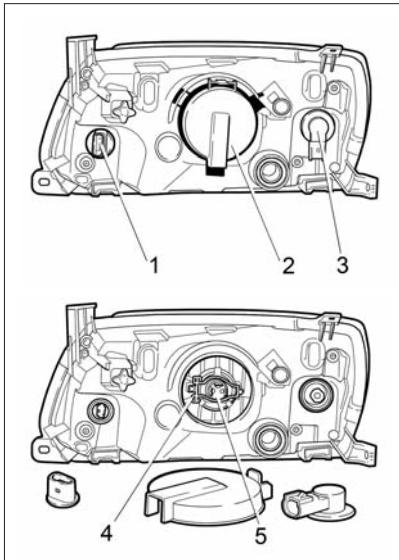

Рис. 60. Блок-фара
Для доступа к лампе ближнего/дальнего света выньте защитную крышку 2 (рис. 60), отсоедините колодку жгута проводов и снимите резиновый кожух лампы, отведите поочередно в стороны «усики» 4 пружины ламподержателя, предварительно нажав на них, выньте лампу 5 из посадочного места рефлектора. Монтаж новой лампы проводите в обратном порядке. Все работы по установке галогеновой лампы проводите в перчатках во избежание оставления следов на колбе лампы. После установки лампы ближнего/дальнего света убедитесь в плотном прилегании резинового кожуха на цоколе лампы и корпусе блок-фары.
Рис. 60а. Задний фонарь автомобиля с кузовом «седан»
Рис. 60б. Задний фонарь автомобиля с кузовом «лифтбек»
Для снятия ламп в заднем фонаре автомобиля с кузовом «седан» (рис. 60а) проделайте следующие действия:
Рис. 60в. Снятие заглушки опоры полки
Для снятия ламп в заднем фонаре автомобиля с кузовом «лифтбек» (рис. 60б) проделайте следующие действия:
- нажмите пальцем через отверстие в заглушке опоры полки на защелку 1 (рис. 60в);
Рис. 60г. Боковой указатель поворота
Для замены лампы в боковом указателе поворота 1 (рис. 60г) снимите его с автомобиля. В гнез-